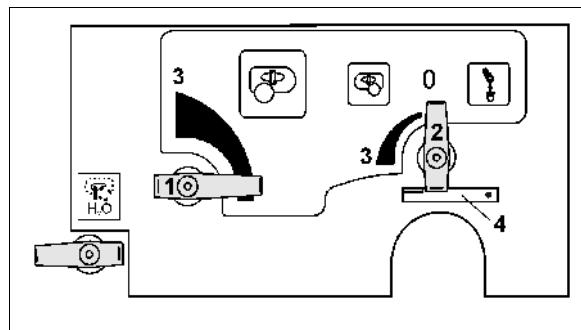

Рис. 42
- для главной мешалки при помощи регулировочного крана (Рис. 42/1).
- для дополнительной мешалки при помощи регулировочного крана (Рис. 42/2).
Наивысшая интенсивность смещивания достигается в положении (Рис. 42/3).
Заданная для функции спуска напорного фильтра (Рис. 42/4).